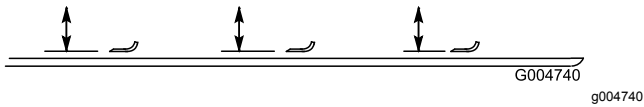

Figura 143
4. Gire la cuchilla hasta que los extremos estén orientados hacia adelante y hacia atrás y mida desde el interior de la carcasa del cortacésped al filo de corte en la parte delantera de la cuchilla (Figura 143).